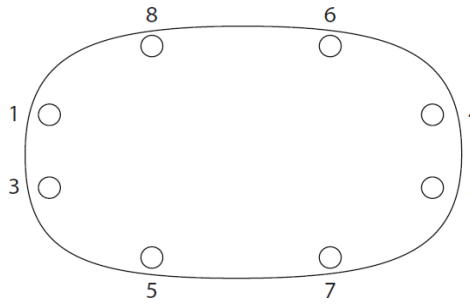

Fig. 5, bult åtdragning sekvens
- c. Var noga med att passa in distansringen (24) i tätningens ring nr 2
- d. Byt ut den platta packningen (20).
9. Dra åt motorhuv skruvarna till ca 20 till 30 Nm efter en diagonal sekvens som visas för ett 8-bult-exempel på Fig. 5